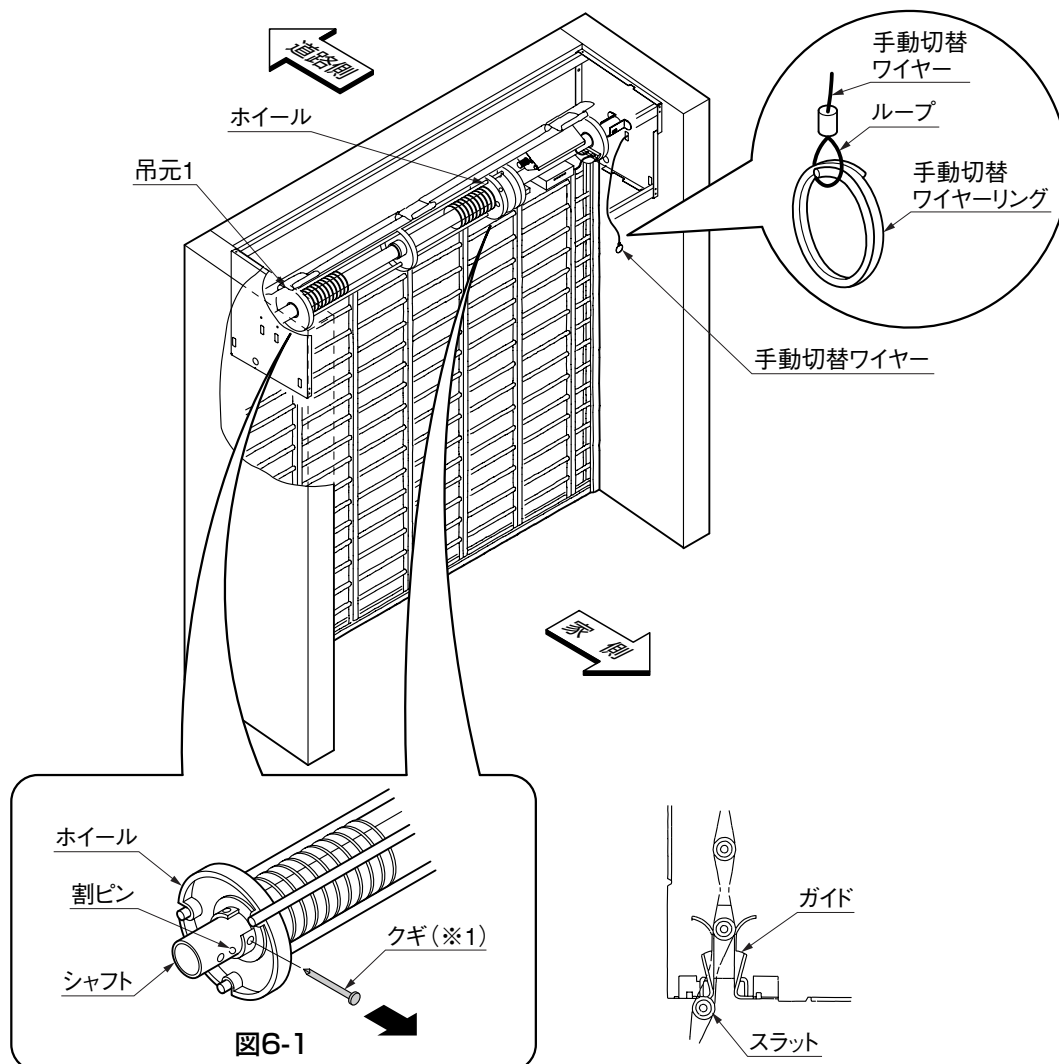

図6-1
- ❸ シャフトにクギが2ヶ所ついています(※1)。抜け止め用のテープをはがした後、ペンチなどを使用してクギを抜いてください。(図6-1参照)